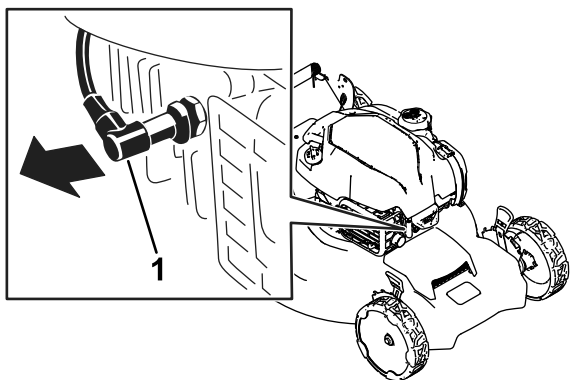

Figura 21
2. Desligue o fio da vela da ignição da vela da ignição (Figura 21).